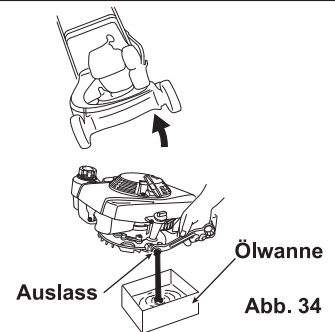

Abb. 34
2. Lassen Sie das Motoröl durch den Auslassstutzen abrinnen. (Siehe Abb. 34)